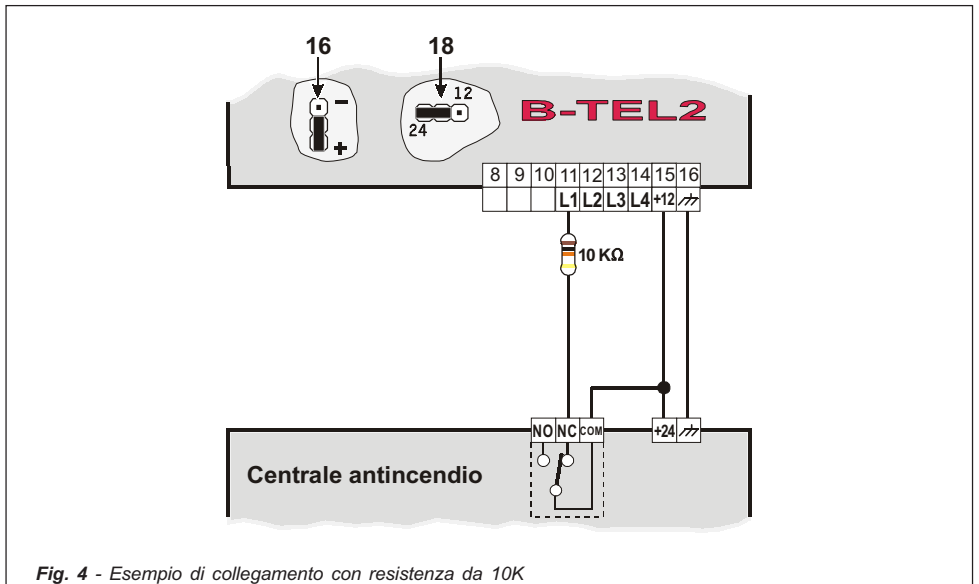

Fig. 4 - Esempio di collegamento con resistenza da 10K
**ATTENZIONE** - In caso di comandi con segnali POSITIVI con tensione maggiore di 20 V, è **necessario** collegare in serie all'ingresso una resistenza da 10Kohm (non fornita) come visibile in Fig. 4.